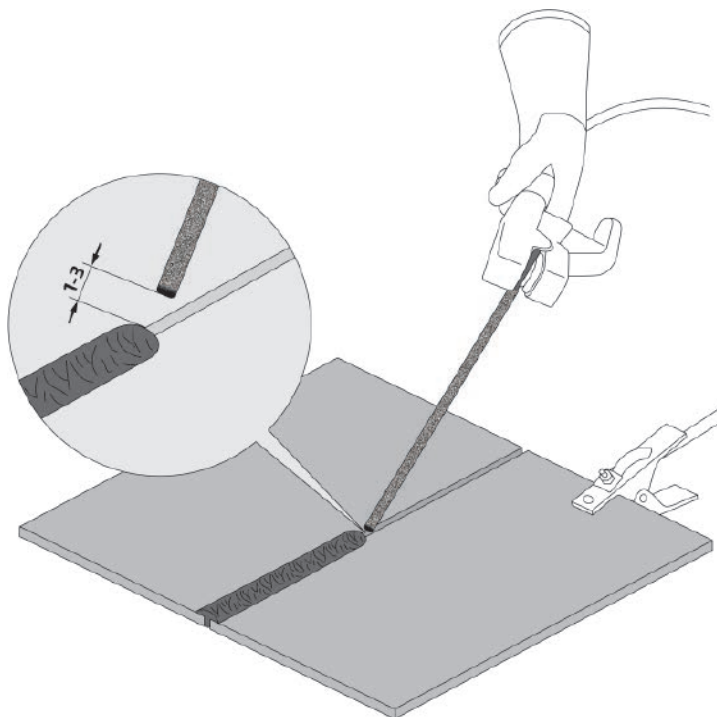

Рис. 11.2.1. Перед началом работы.
4. Начинайте сварочный процесс (см. рис. 11.2.1).
Перед началом работы не забудьте проверить следующее (см. рис. 11.2.1):